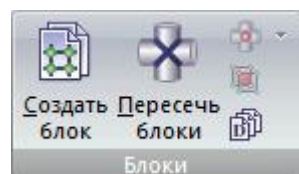

Рис.38. Панель **Блоки**
- **Блоки** (рис.38) – операции по созданию и работе с блоками, а также по выделению узлов и элементов пересечения блоков;
Панель **Блоки** (рис.38) содержит следующие команды: